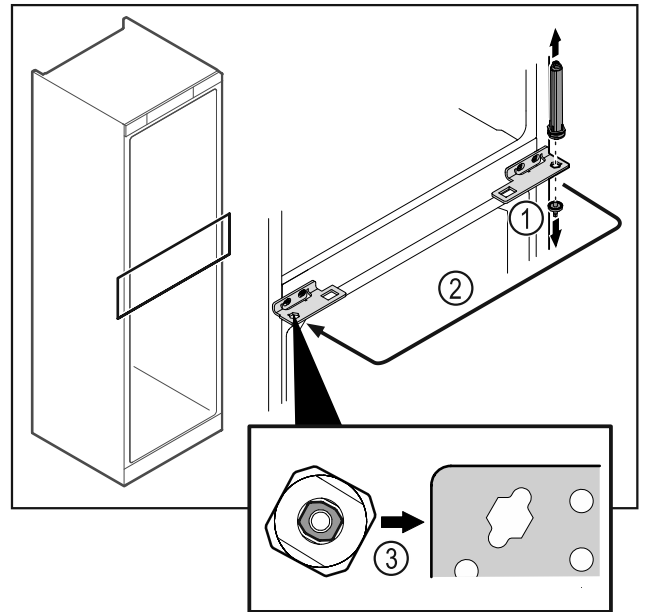

Fig. 48
- ▶ Открутите шарнирный палец Fig. 48 (1).
- ▶ Переставьте систему закрытия двери Fig. 48 (2).
- ▶ При установке следите за правильным выставлением системы закрытия двери Fig. 48 (3).